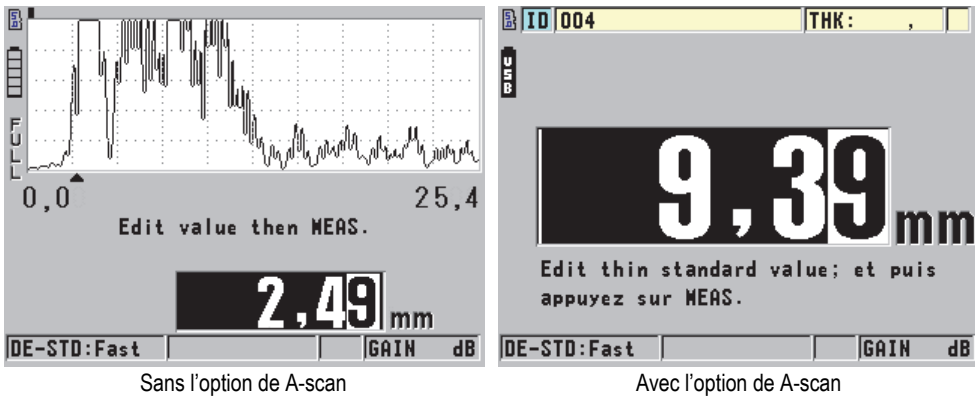

Figure 5-7 Étalonnage zéro à l'aide d'un bloc étalon à 5 gradins
2. Pour effectuer l'étalonnage zéro à l'aide d'un appareil avec ou sans l'option de A-scan (voir la Figure 5-7 à la page 71) :